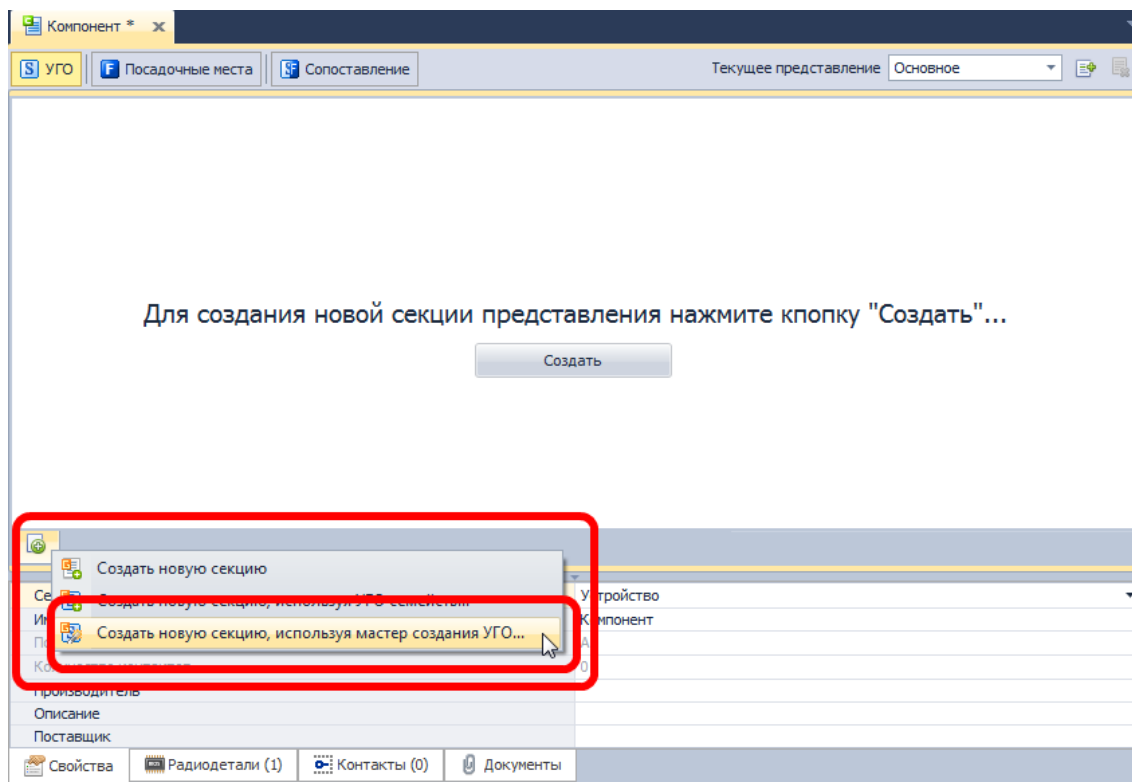

Рис. 249. Запуск мастера создания символов
1. Открыть контекстное меню на кнопке создания новой секции и выбрать пункт «Создать новую секцию, используя мастер создания УГО...», см. Рис. 249.